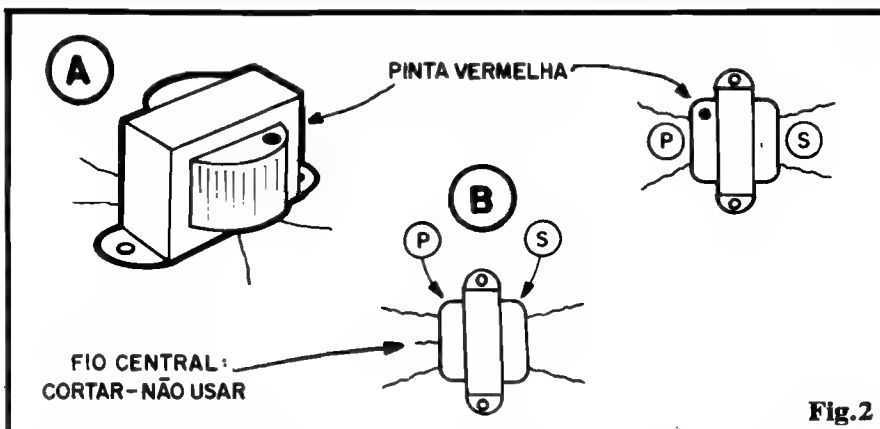

Fig. 2
Uma rápida "olhadinha" ao esquema (fig. 1) mostra ao Hobbysta experimentado que as peças, além de poucas, são super-comuns, de baixo preço e fácil aquisição... Tem só um "galhinho", representado pelo pequeno transformador de Saldá para transístores (em tese, um componente já industrialmente obsoleto, uma vez que raríssimos circuitos de áudio transistorizados, modernos, valem-se de transformadores de saída...). Observem a fig. 2: o componente ideal para a função é conhecido como "pinta vermelha", pequeno, dotado de enrolamentos com apenas dois terminais cada, e com a tal pinta vermelha nitidamente demarcando o lado correspondente ao primário (P). Esse transformadorzinho apresenta a melhor relação de impedâncias para funcionamento na MINI-SIRENE DUPLA, conforme testes em nosso Laboratório... Entretanto, na falta do dito cujo, outros pequenos transformadores de Saldá para transístores, inclusive aqueles com primário de 3 fios (fig. 2-B), podem ser experimentados... Nesse caso, o fio central do primário deve ser ignorado, podendo até ser cortado, uma vez que não receberá ligação...